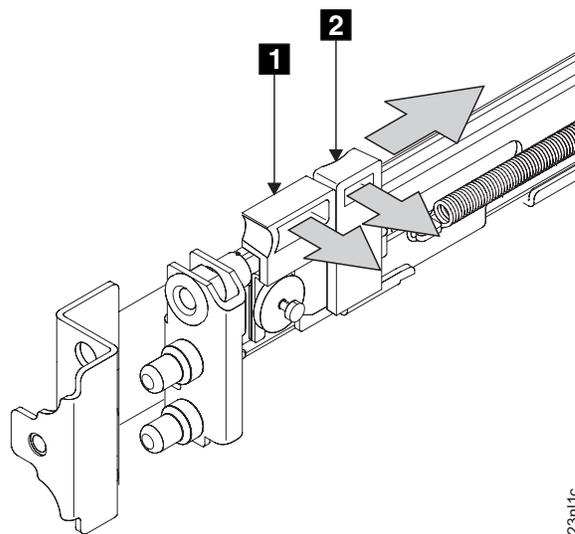

図 75. 前部ラッチ・ロック・キャリア・アセンブリーを開く
3. ラッチ・レバー**1** をレール (図 75) の終端の方向に動かしながら、ラッチ・ロック**2** をレールから離れる方向に静かに押します。ラッチ・ロック・キャリア・アセンブリーが、ばねの強度でスライドします。